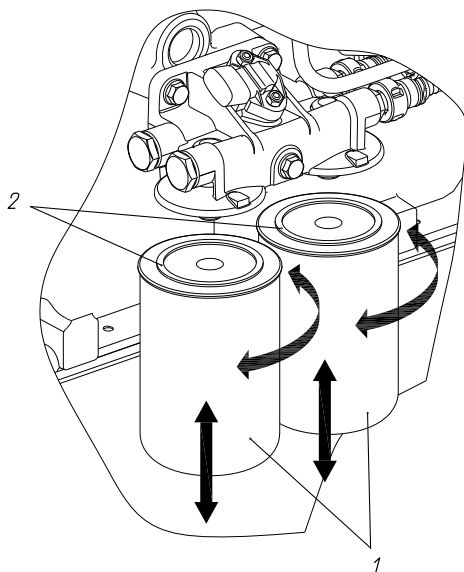

Рисунок 46 – Установка сменных фильтров для топлива:
3. Смазать уплотнительное кольцо 2 (рисунок 46) нового сменного фильтра для топлива моторным маслом.